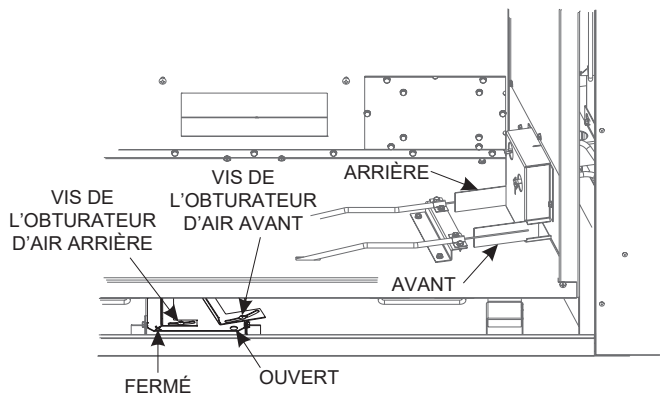

Figure 7
9. Desserrer la vis de l'obturateur d'air arrière et faire tourner la poignée vers la droite jusqu'à obtenir une ouverture complète et serrer la vis. **Voir Figure 7.**